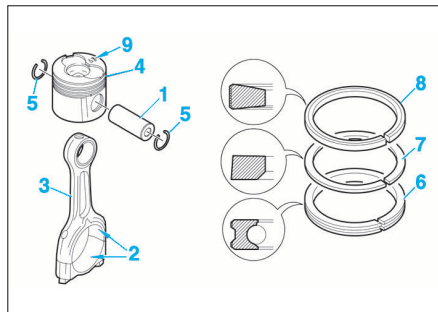

FIG. 100
- Effectuer l'assemblage de chaque ensemble bielle-piston, en huilant les axes (1) et les demi-coussinets (2) dans la tête de bielle (3). Utiliser des joncs d'arrêt neufs (5) (Fig.100).
- Monter les segments huilés sur les pistons en commençant par le segment raqueur (6) puis celui d'étanchéité (7) et enfin le segment coup de feu (8) en plaçant les marquages " Top " vers la tête du piston. Tiercer les segments à 120°, en les décalant par rapport à l'axe de piston et à la coupe du segment raqueur (Fig.100)